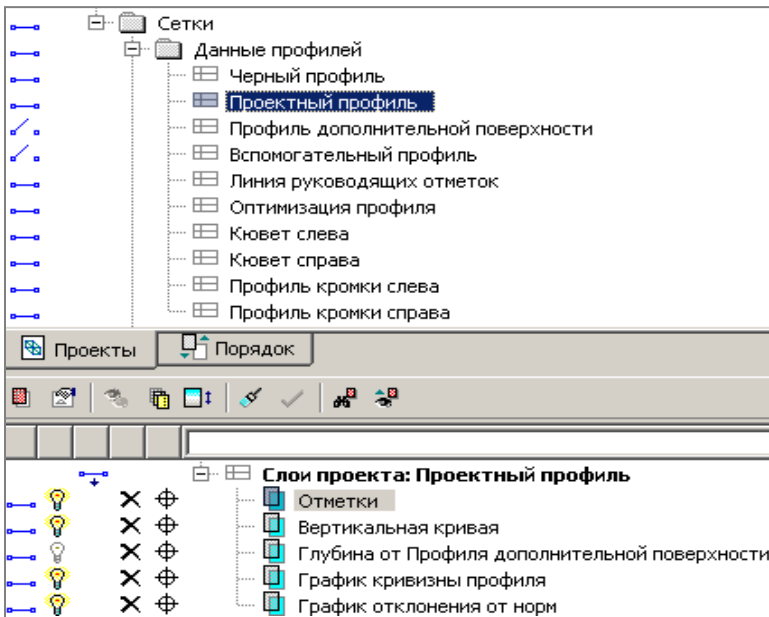

Рис. 11.12
*Информационные графы* получили своё название благодаря тому, что в них отображаются данные о различных элементах. Значит, эти графы можно заполнить только при наличии соответствующих элементов. Наглядным примером являются графы сеток узла *Данные профилей* (рис. 11.12).